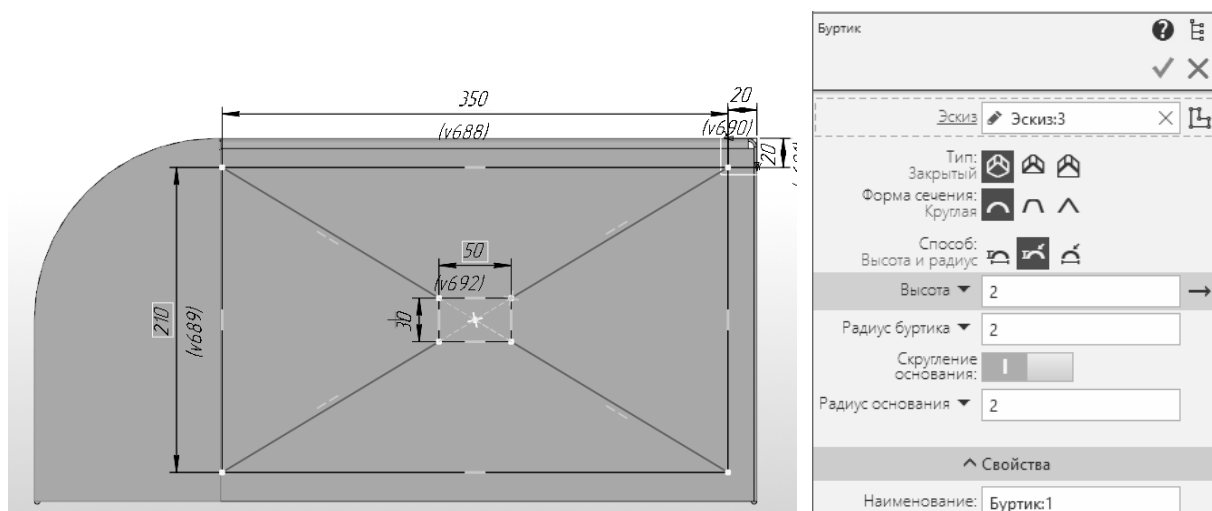

Рис. 9.9. Параметры эскиза и команды «Буртик» при его моделировании
8. Создание штамповочного элемента – буртика. Он придаст боковой стороне кожуха жесткость. Для его моделирования создаем эскиз на боковой грани сгиба (рис. 9.9), а затем применим команду «Буртик» (Панель Элементы листового тела, группа команд «Открытая штамповка»).